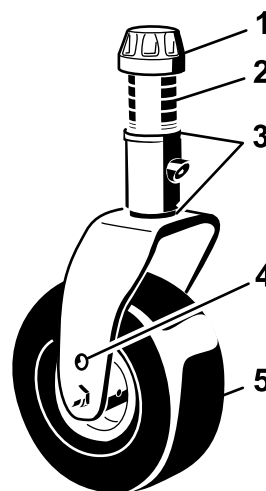

Figura 28
3. Regolate gli spessori (3 mm) sulla forcella (o forcelle) della ruota orientabile, finché l'altezza di taglio non corrisponde al valore riportato sull'adesivo (Figura 28); fate riferimento a Regolazione dell'altezza di taglio \(pagina 25\).